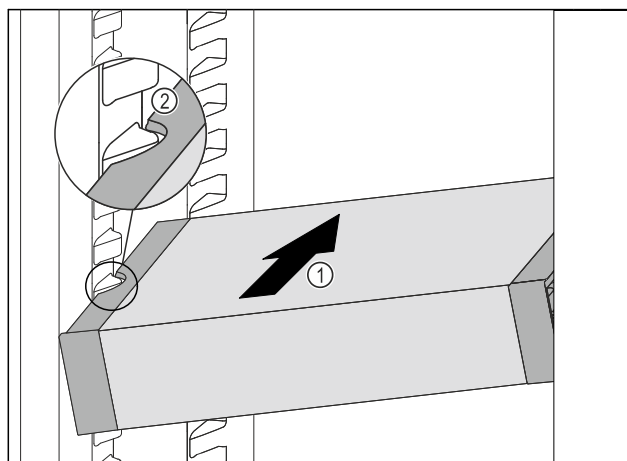

Fig. 179
- Inserire VarioSafe ad angolo nel vano frigorifero Fig. 179 (1), fino a quando le cavità laterali Fig. 179 (2) di VarioSafe non si trovano al livello della nervatura del contenitore nel vano frigorifero.